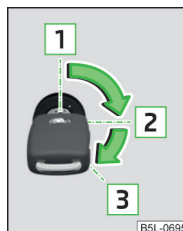

Fig. 120
Bilnøglens positioner i tændingslåsen » Fig. 120
- Drej nøglen til position **3** » Fig. 120 på side 88; startforløbet påbegyndes. Slip så nøglen. Motoren starter automatisk.
- Drej nøglen til position **1** » Fig. 120 på side 88.